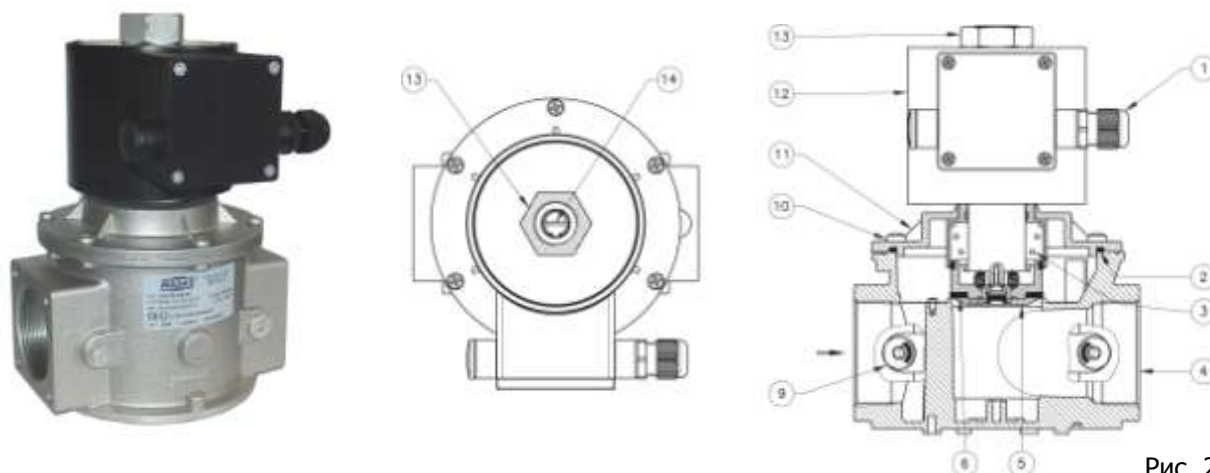

Рис. 2
Клапан рис. 2 состоит из: электрический коннектор (1); верхнее уплотнительное кольцо (2); пружина запирающего механизма (3); корпус (4); затвор (5); уплотняющая прокладка (6); фильтрующий элемент (9); винты крепления крышки (10); крышка (11); электромагнитная катушка (12); гайка крепления электромагнитной катушки (13); винт управления расходом (только в версиях с механическим регулятором расхода)(14).